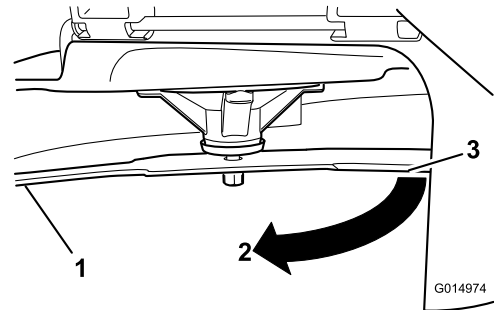

**Figure 52**
2. Enfilez des gants épais ou utilisez une autre protection adéquate pour les mains, et faites tourner la lame lentement jusqu'à une position permettant de mesurer la distance entre le tranchant et la surface plane sur laquelle se trouve la machine (Figure 52).